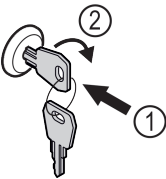

Fig. 156 例图
- ▶ 按入钥匙 Fig. 156 (1)。
- ▶ 将钥匙顺时针转动 90° Fig. 156 (2)。